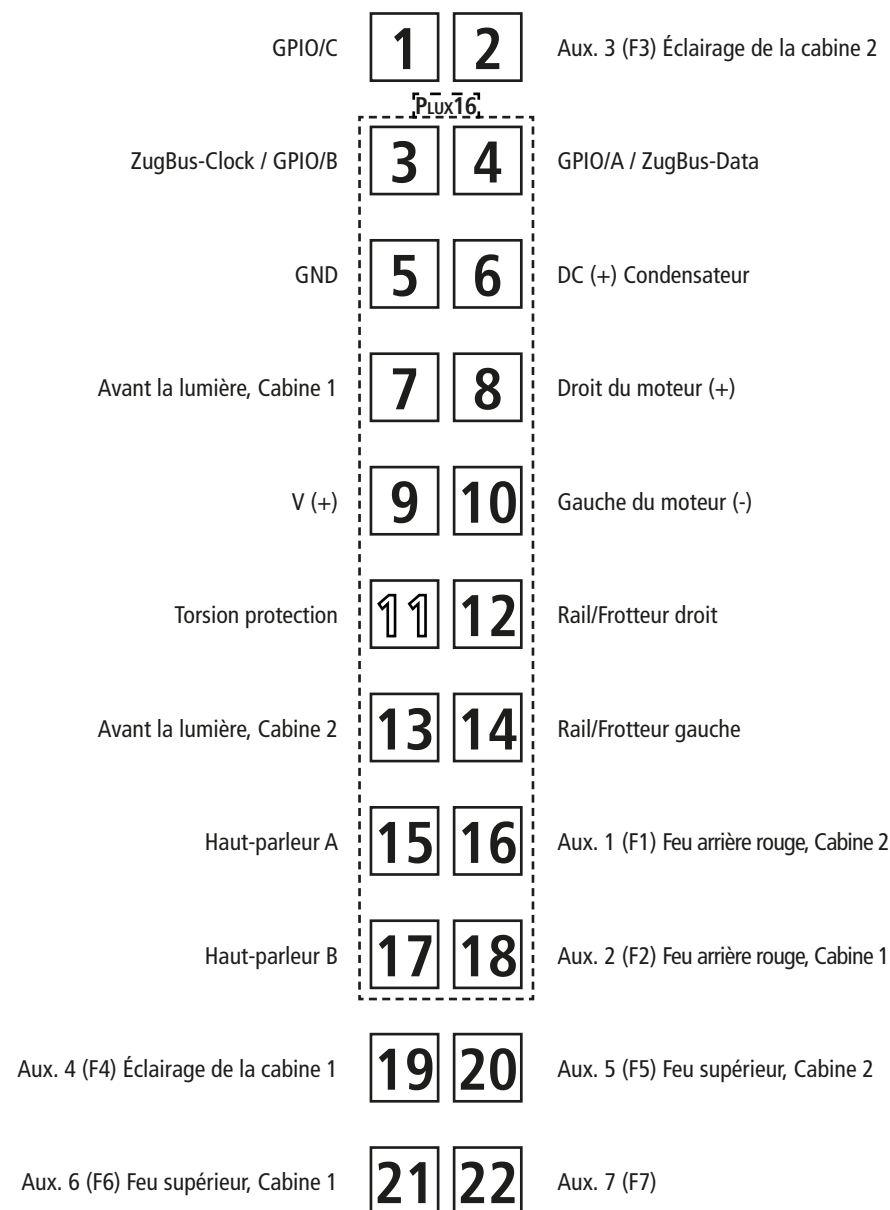
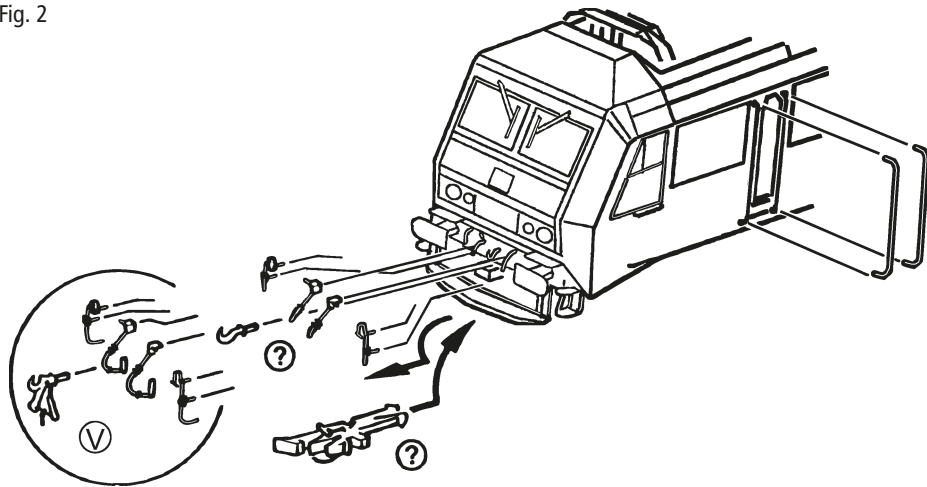

Fig. 10
Fig. 3
2. Schmierung: Versehen Sie die im Schmierplan in Fig. 10 gekennzeichneten Stellen mit nur **kleinen Öltropfen**. Dazu zuerst das Lokgehäuse abnehmen (Fig. 3). Wir empfehlen den ROCO **Öler Art.-Nr. 10906**. Fürs Schmieren der Getriebeteile (Zahnräder, Schnecke) empfehlen wir das **ROCO-Spezialfett Art.-Nr. 10905**. Im Falle der Schmierung diese Teile **nicht ölen**.
4. Kohlebürstenwechsel: Lokgehäuse abnehmen (Fig. 3). Danach wird der Motor ausgebaut und die Kohlebürsten ausgewechselt (Fig. 10).
2. Lubrication: Apply **tiny oil drops** to spots marked in fig. 10. Prior to lubrication dismantle locomotive (fig. 3). We recommend using item no. **10906, Roco oiler**. For lubrication the gearparts (e.g. cogwheels, worm) we should recommend our Roco **special grease** (item no. **10905**).
4. Carbon Brush Changing: First remove loco body (fig. 3), and then the motor (fig. 10).
2. Graissage: N'appliquez **qu'une toute petite goutte** aux endroits indiqués par le plan de graissage (fig. 10) après avoir démonté la caisse de la locomotive (fig. 3). Nous vous recommandons **le graisseur à huile Roco réf. 10906**. Pour graisser les engrenages (roues dentées, vis sans fin) nous vous conseillons la **graisse spéciale Roco réf. 10905** pour engrenages en matières synthé-
4. Remplacement des balais du moteur: Démontez la caisse (voir fig. 3). Démontez ensuite le moteur et échangez le balais (fig. 10).
1. siehe see voir Fig. 3